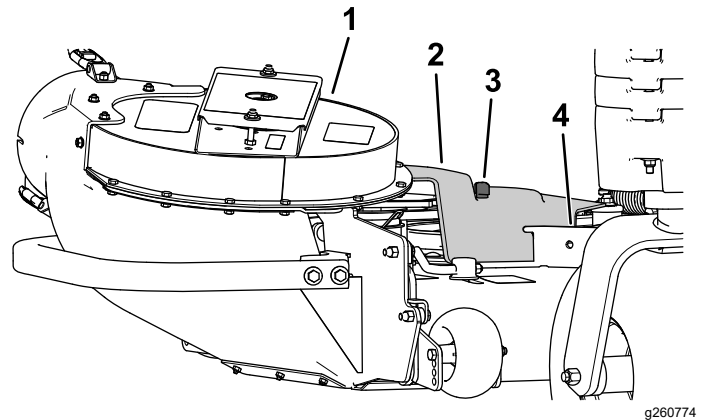

Figura 9
6. Con la cubierta de la correa apoyada en la carcasa, deslícela hacia adelante hasta que quede asentada debajo de ambos rebordes de la carcasa (Figura 9).
7. Sujete la cubierta de la correa usando el pomo (Figura 9).